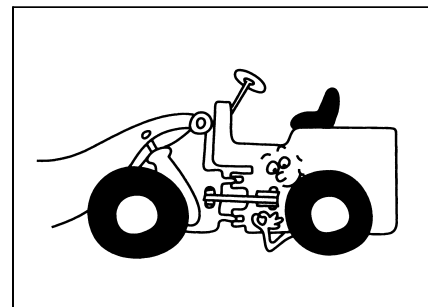

Рис. 2-6
- До проверки и обслуживания погрузчика фиксировать погрузчик соединительными рычагами. (Рис.2-6)